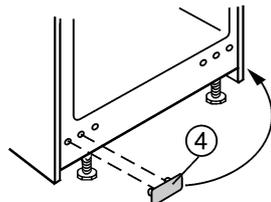

Fig. 4
- ▶ Удалите крышку Fig. 4 (4) и закройте ею открывшиеся крепежные отверстия.